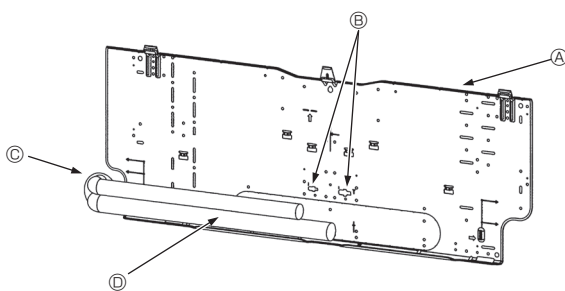

Fig. 3-5
- ④ Vis de fixation (4 × 25) ②
- ① Planche d'installation ①
3.3. Lors de l'insertion des tuyaux dans le mur (Fig. 3-5)